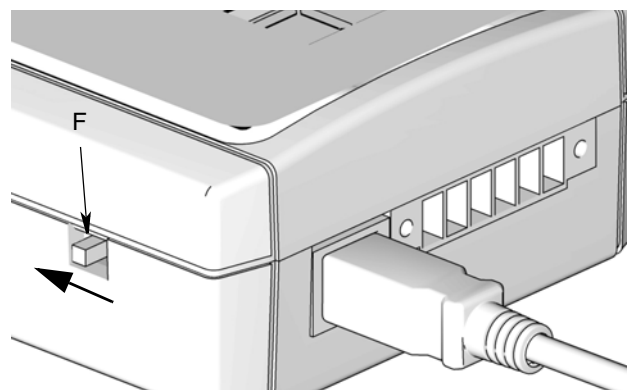

FIG. 6
3. Asegúrese de que el interruptor de selección (F) esté fijado en la posición correcta para la conexión USB. Consulte FIG. 6 para la configuración del interruptor.